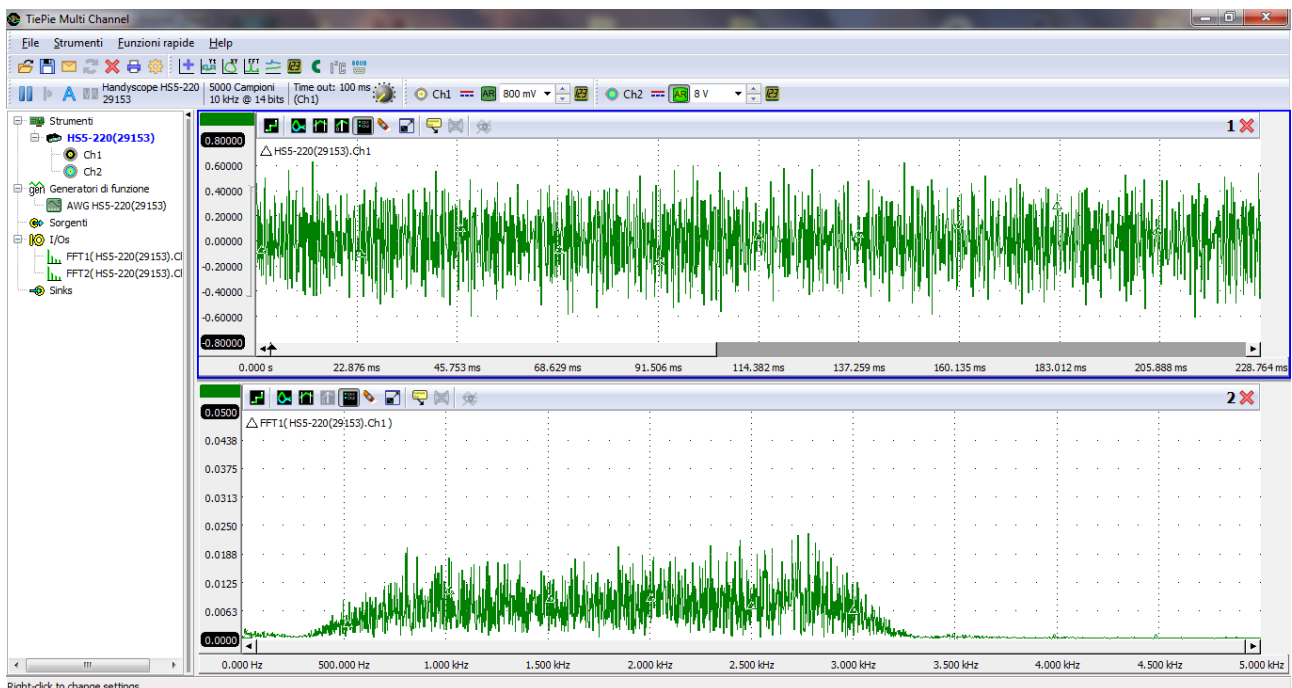

FIGURA 10 Segnale in linea e suo spettro
Inserendo un sezionatore fra PC e modem e un punto di prelievo sulla linea è possibile visualizzare il segnale trasmesso sul C103 (TD), il segnale in linea e il suo spettro, FIGURA 10.
A titolo esemplificativo in FIGURA 10 è mostrato un Loop 2 remoto con autotest, attivato tramite il comando **AT&T7**.